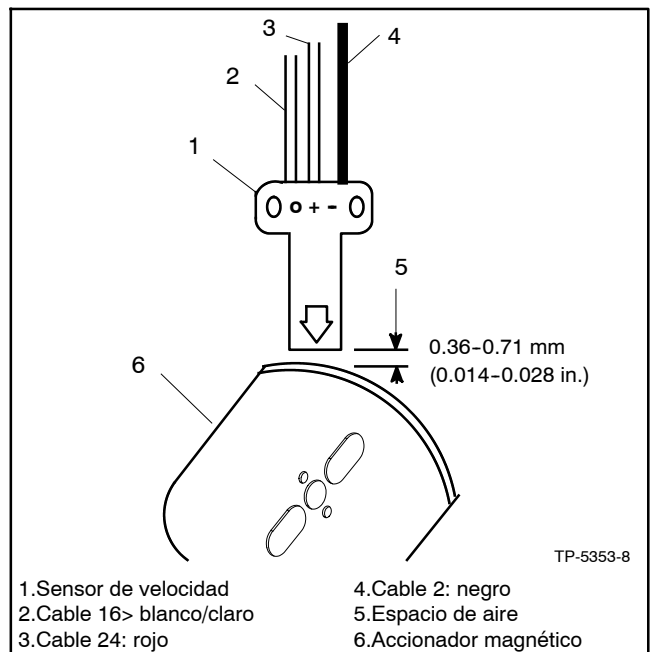

Figura 8-47 Espacio de aire del sensor de velocidad
8. Conectar los conductores del sensor de velocidad y ajustar el espacio de aire. Consultar la Figura 8-47.